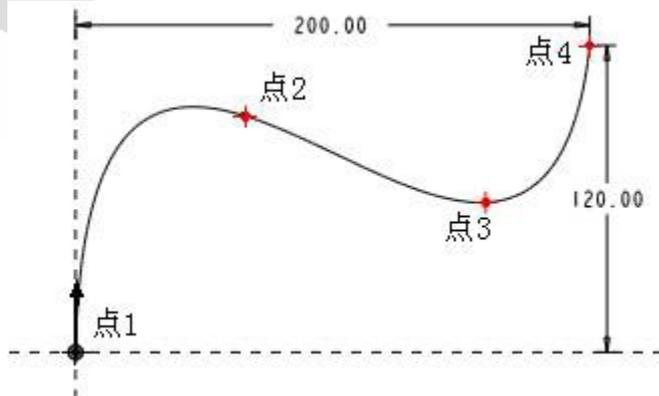

图 9-12 练习 9-8 扫描轨迹示意图
【练习 9-9】： 使用【螺旋扫描】命令建立如图 9-12 所示的模型。
(1) 单击菜单【插入】→【螺旋扫描】→【伸出项】命令，打开【属性】菜单。
(2) 接受【属性】菜单中的默认命令【常数】、【穿过轴】、【右手定则】，然后单击【完成】命令。
(3) 绘制旋转轴与轮廓线。选择 FRONT 基准面作为草绘平面，绘制如图 9-12 所示的旋转轴和轮廓线。
(4) 绘制扫描剖面、明确螺距。在信息区显示的文本框中输入螺距值“6”，在起始中心绘制一直径为“12”的圆，如图 9-12 所示